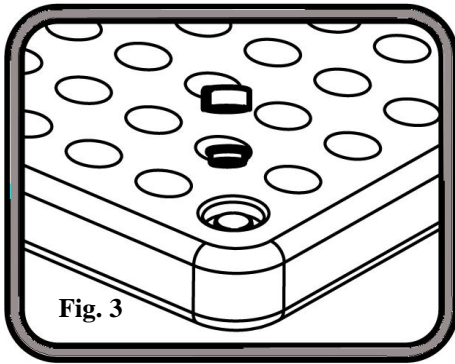

Fig. 3
9. Schrauben Sie die Abdeckung ab und ziehen Sie den Gummistöpsel heraus. Siehe **Abbildung 3**.